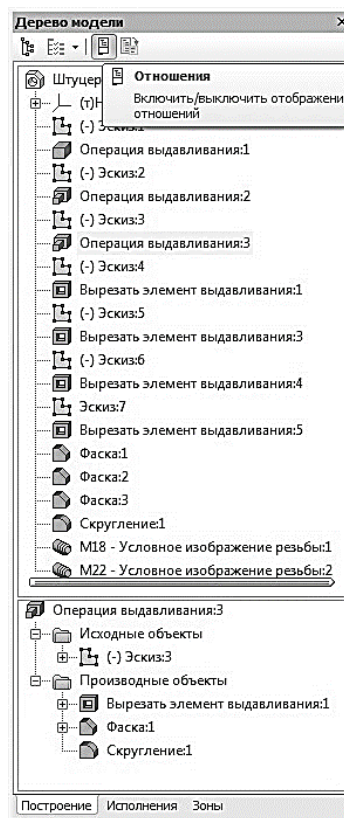

Рис. 160. Иерархия отношений выделенной операции
- кнопка **Отношения** (рис. 160) включает в нижней части окна Древа специальную область, в которой показывается иерархия отношений – порядок подчинения элементов выделенного объекта другим элементам;